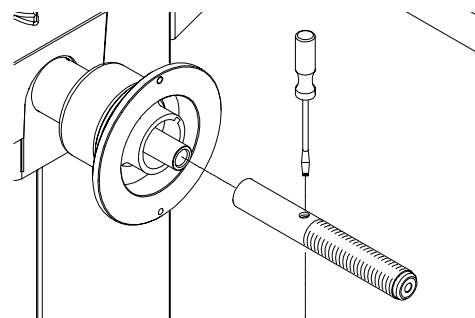

Figure 6
**A.** Monter l'arbre fileté sur l'arbre de l'équilibreuse. Fixer solidement au moyen d'un tournevis. (Figure 6).